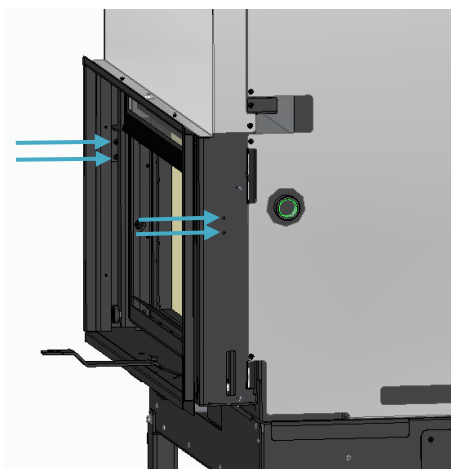

Figura 15
l) Nos modelos com porta de movimento vertical, remover os dois parafusos que fixam os suportes que bloqueiam o movimento da porta de cada lado a partir do interior, assinalados na Figura 15.